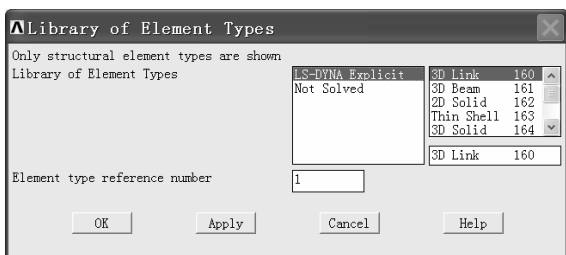

图 2-128 “Library of Element Types”窗口
(3) 单击“Element Types”窗口中的“Add”按钮, 弹出“Library of Element Types”窗口 (见图 2-128)。